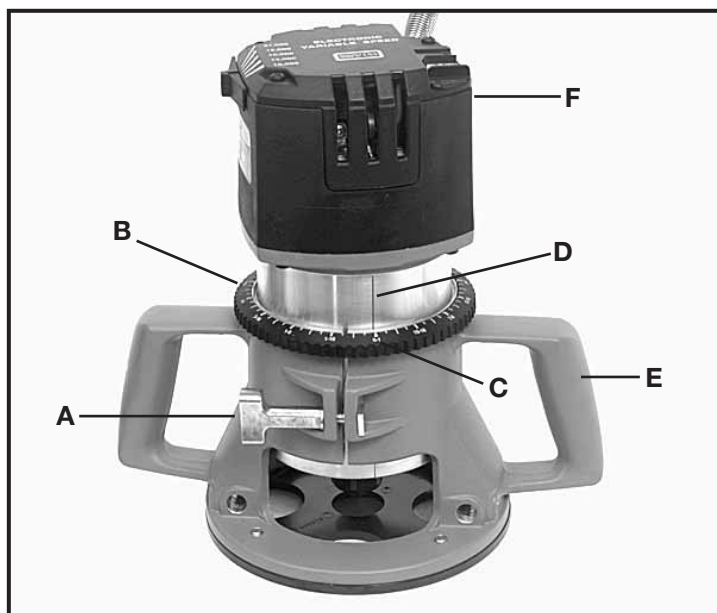

Fig. 3
1. Desserrez la vis de la pince (A), Fig. 3.
2. Tout en tenant la base (E), tournez le moteur (F), Fig. 3, en SENS ANTI-
4. Tournez le moteur (F), Fig. 3, en SENS HORAIRE jusqu'à ce que la mèche vienne en contact avec la surface en bois.
5. Serrez la vis de la pince (A), Fig. 3.
6. Faites tourner l'anneau de réglage de profondeur (B), Fig. 3, jusqu'à ce que la ligne zéro (C) soit face à la ligne de repère (D) sur le boîtier.
7. Desserrez la vis de la pince (A), Fig. 3.
8. Inclinez la toupie de manière à ce que la mèche soit à l'écart de la surface du bois. Tournez le moteur (F), Fig. 3 en SENS HORAIRE jusqu'à ce que la ligne de repère (D) sur le carter du moteur atteigne la profondeur désirée indiquée sur l'anneau.
9. Serrez la vis de la pince (A), Fig. 3 fermement.